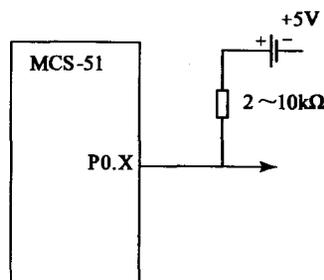

图 1.6 P0 外接提升电阻
- 4) 当用于输出信息时, 引脚处需要外接一个提升电阻, 如图 1.6 所示。